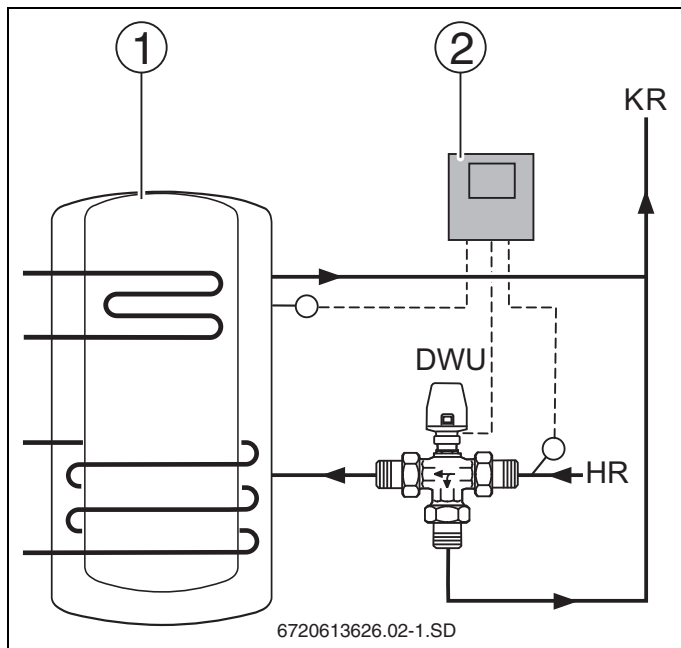

Рис. 7 Повышение температуры обратной линии
- ▶ Установите 3-ходовой клапан в обратную линию между бойлером-накопителем или комбинированным бойлером (→ рис. 7, поз. 1) и отопительным котлом в соответствии с приведенной ниже таблицей.